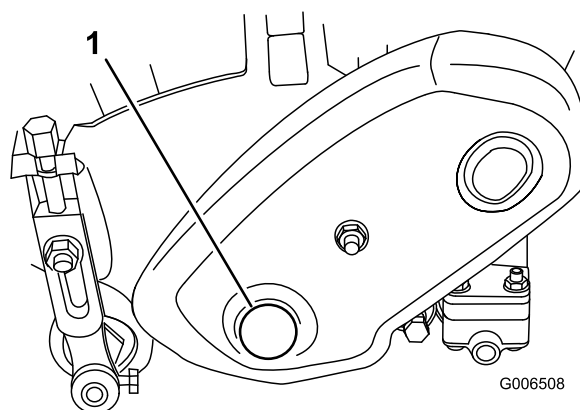

Figura 61
1. Retire o tampão da cobertura da transmissão do cilindro situada no lado esquerdo da estrutura do cilindro (Figura 61).